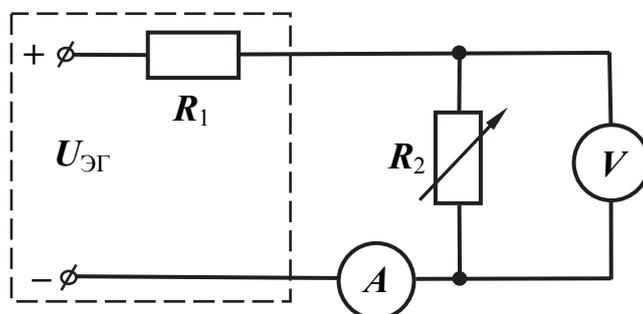

Рис. 8.1
1. Собрать схему (рис. 8.1), в которой последовательно с источником ИР включен постоянный резистор с сопротивлением от 47 до 150 Ом, используемый для имитации внутреннего сопротивления источника напряжения. В качестве переменного резистора использовать потенциометр на 1 кОм (можно вместо потенциометра включать постоянные резисторы от 1 кОм, постепенно снижая номинал).